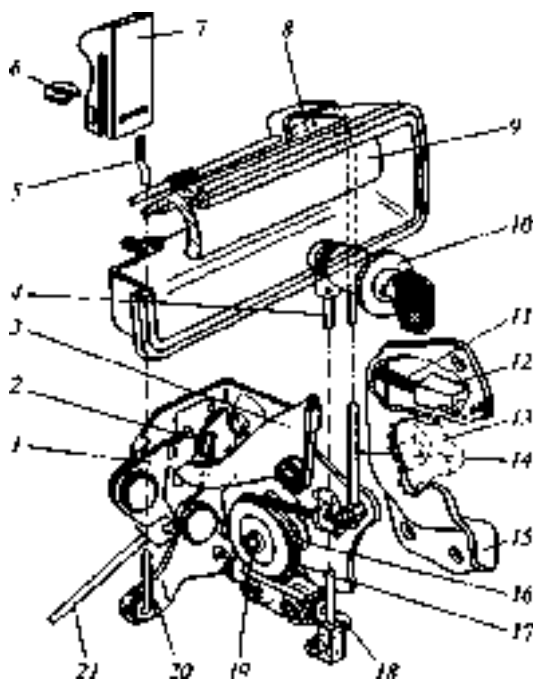

Рис. 12.3. Замок передней левой двери:
- Отверните гайки крепления наружной ручки привода замка, отсоедините тягу 14 и снимите ручку (рис. 12.3);